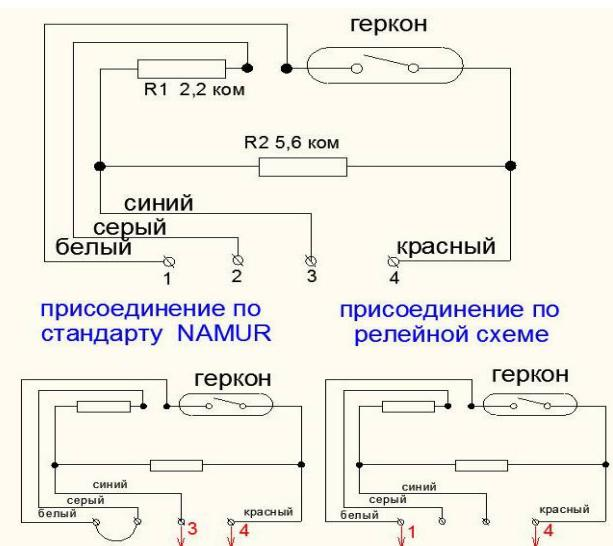

Рисунок 3. Схема импульсного выхода.
7.2. Импульсный выход решен по 4-х проводной схеме (см.рис.3), что позволяет подключать счетчик как к обычным релейным считающим устройствам, так и к устройствам, поддерживающим стандарт NAMUR (DIN EN 50227, DIN 192234). Стандарт NAMUR предусматривает возможность контроля считающим устройством обрыва провода и короткого замыкания. Для этого в цепь геркона включены два дополнительных сопротивления.